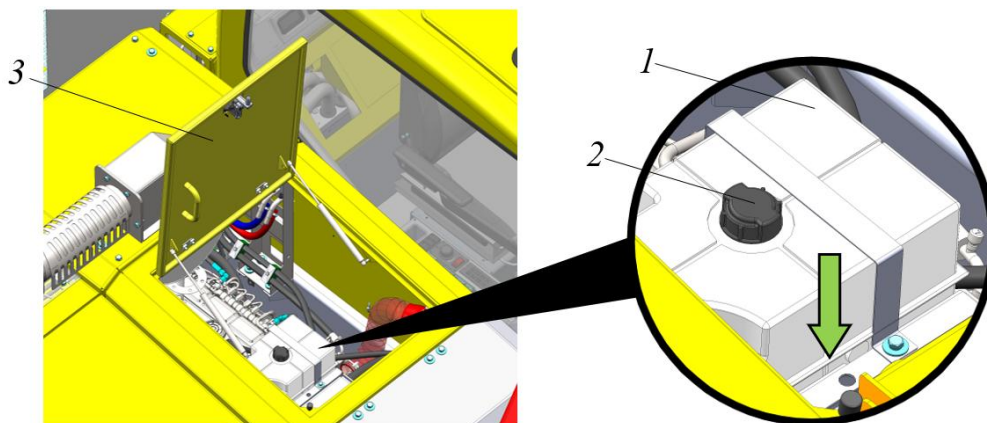

Рисунок 5.24. Расширительный бачок жидкостной системы охлаждения двигателя
- ▶ Открыть инспекционный люк моторного отсека 3, рис. 5.24.
- ▶ Снять крышку 2 с расширительного бачка 1 и через наливную горловину бачка заправить систему охлаждающей жидкости примерно до середины бачка (см. рис. 5.24 показано стрелкой).
- ▶ Закрыть крышку бачка 2 рис. 5.24. и прогреть двигатель до рабочей температуры 85-95 °С. Убедиться в том, что большой контур системы охлаждения открылся (радиатор системы охлаждения начнет интенсивно нагреваться).
- ▶ Закрыть инспекционный люк моторного отсека 3, рис. 5.24.